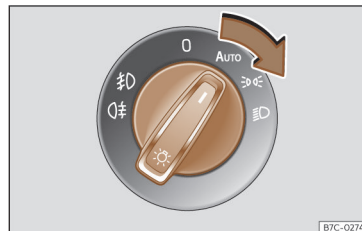

Fig. 87 Painel de instrumentos: comando das luzes.
- Rode o interruptor para a posição desejada »» **Fig. 87.**